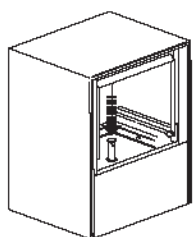

рисунок 2
- Вставьте переливную трубку в специальное отверстие внутри ванны мойки (см. рис. 2).